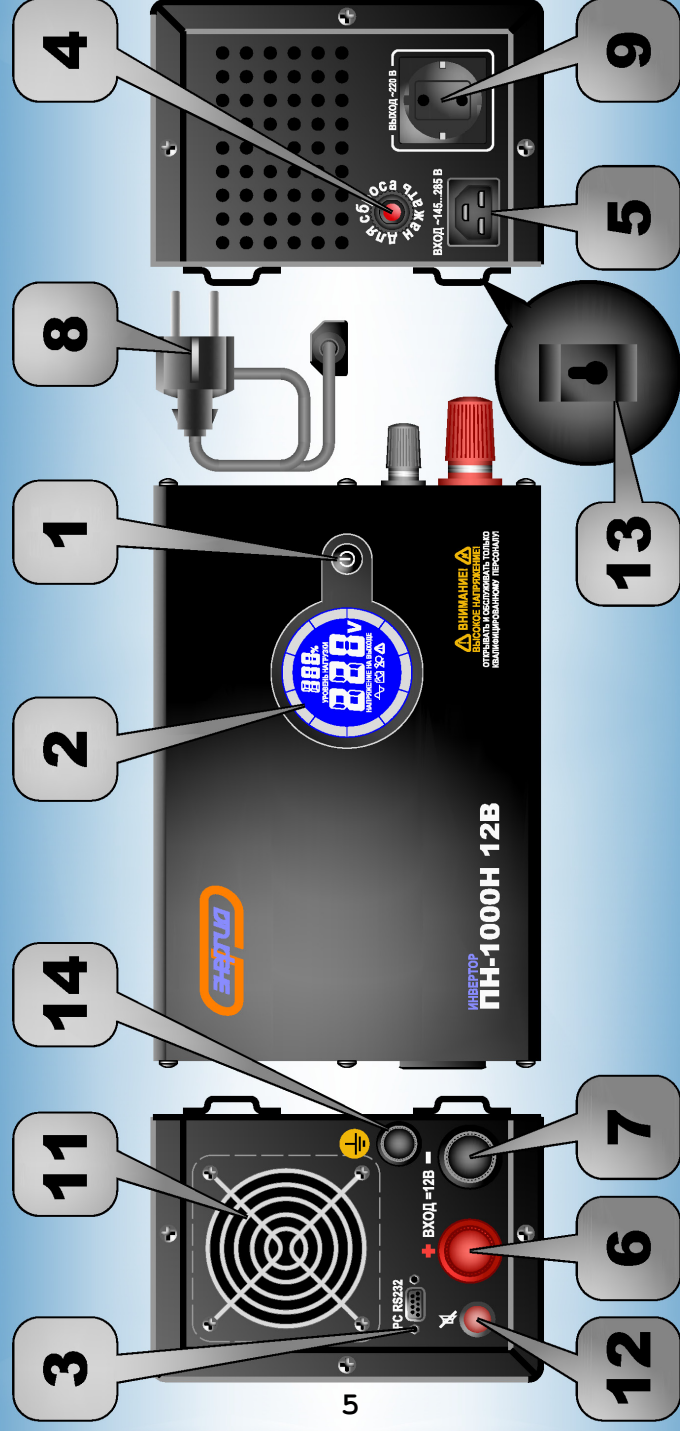

Рис. 1
Элементы подключения, управления и индикации показаны на рис. 1, 2, 3 и перечислены в Таблице 2.
4.1. Перечень составных частей изделия (рис. 1,2,3).
5.2.2. После размещения инвертора в месте установки следует подключить к резьбовой клемме на клеммной колодке поз. 10 (рис. 1) для моделей ПН-2000/3000 проводник заземляющего устройства, удовлетворяющий требованиям раздела 10: «Обеспечение требований безопасности».
Заземление моделей также может осуществляться при подключении к сети централизованного электроснабжения через бытовые сетевые разъемы типа "F", оснащенные заземлителем. Даже при отсутствии сети централизованного электроснабжения подключить внешний заземлитель в соответствии с разделом 10 к клемме поз. 14 (рис. 1, 2).
5.3.1. Расположение элементов подключения, управления и индикации для всех моделей показано на рис. 1, 2, 3. Их назначение указано в Таблице 2.
5.4.1. При появлении нормального сетевого напряжения на входе инвертора устройство включается автоматически. Для принудительного включения удерживать кнопку включения «I» поз. 1 (рис. 1) в нажатом положении в течение 4-х секунд, четыре коротких звуковых сигнала в течение 2-х секунд означают завершение режима самотестирования и включение выходного стабилизированного напряжения, а также индикации параметров при наличии информационной панели.
5.4.2. В модификациях с информационной панелью кнопка «I» поз. 1 (рис. 1) также используется для переключения внутри списка отображаемых на индикаторе параметров при кратковременном нажатии.
5.4.4. Для принудительного отключения выходного напряжения удерживать кнопку «I» поз. 1 (рис. 1) в течение 4-х секунд.
10.3.6. Во время работы инвертора его клемма защитного заземления поз. 3 (рис. 1) или клемма 3 колодки поз. 16 должны быть постоянно подключены к заземлителю, любого из указанных в п. 10.3.2 типов.